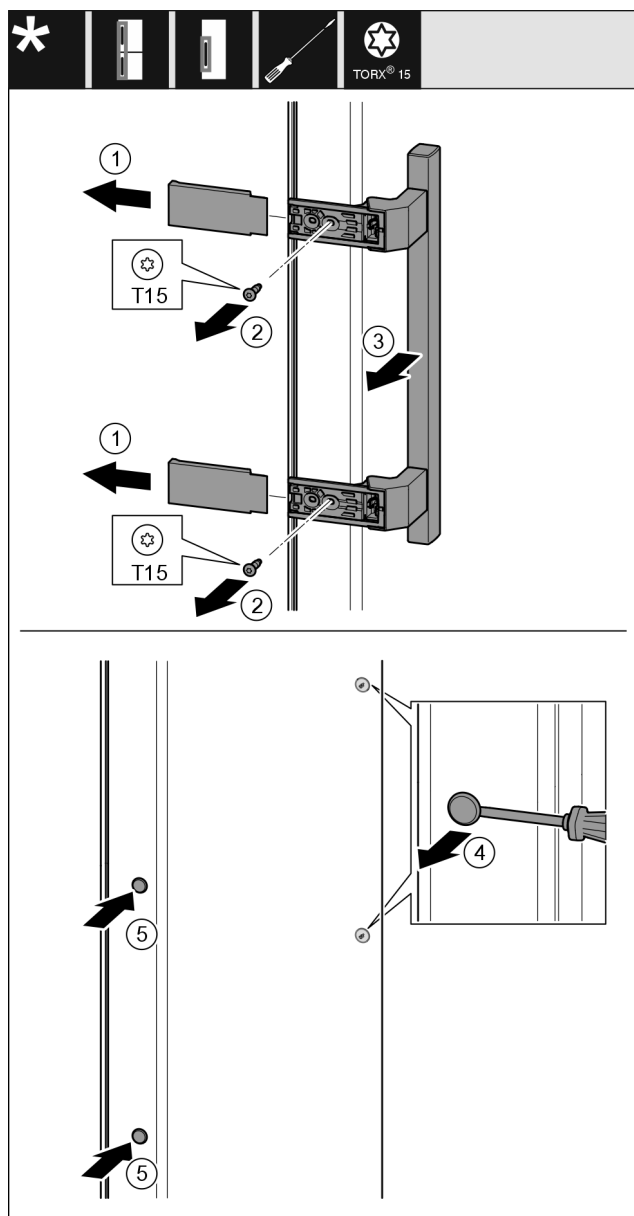

Fig. 8
- ▶ Húzza le a fedelet. Fig. 8 (1)
- ▶ Csavarja ki a csavarokat a Torx 15 csavarhúzóval. Fig. 8 (2)
- ▶ Vegye le a fogantyút. Fig. 8 (3)
- ▶ Óvatosan emelje meg az oldalsó dugókat egy lapos csavarhúzóval, és húzza ki őket. Fig. 8 (4)
- ▶ Helyezze be a dugókat a másik oldalon. Fig. 8 (5)